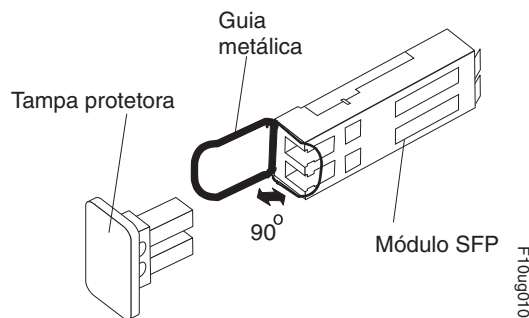

Figura 122. Destravando a Trava do Módulo SFP - Variedade Metálica
- Para módulos SFP ou SFP+ que contêm guias metálicas, desbloqueie a trava do módulo SFP ou SFP+ puxando a trava metálica 90° para fora, conforme mostrado na Figura 122.